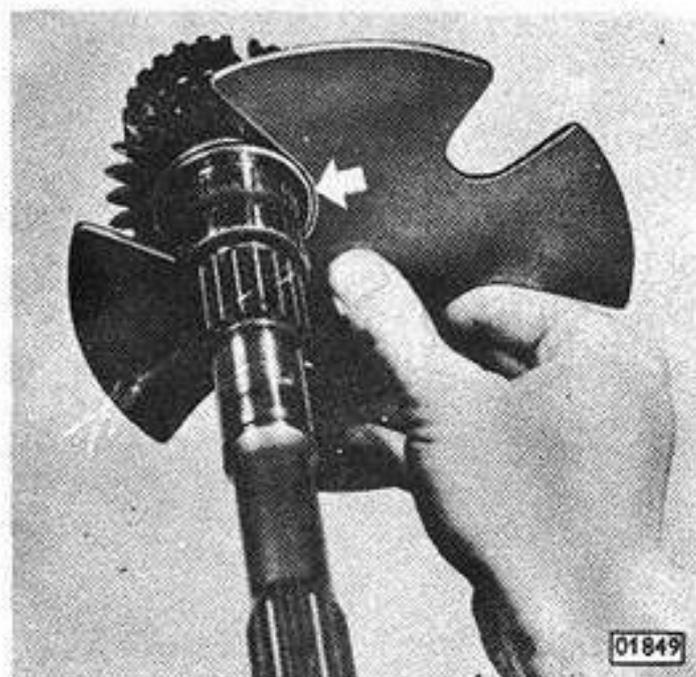

Fig. 19 - Ubicación de la placa ranurada
- 7.1. Ubicar la placa ranurada N° 0355 de manera que abrace el respaldo del eje principal (Fig. 19).